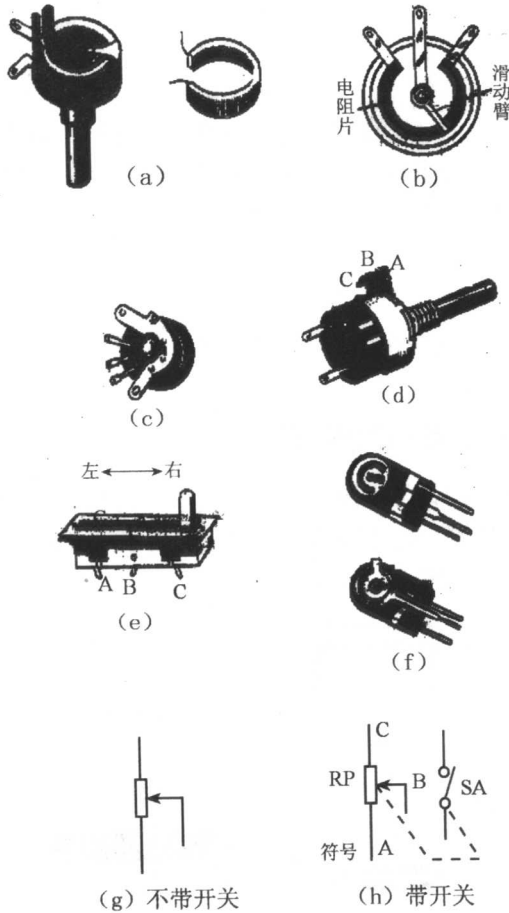

图 1-2 电位器的外形及电路符号
电位器在电路图中的符号如图 1-2 (g) 所示，仍用长方形表示电阻体，两边短线表示电阻体两端的引出焊片，带箭头的折线代表电阻体上的滑动触点。
带有开关的电位器符号如图 1-2 (h) 所示。其中，右面部分表示开关，中间虚线表示开关与电位器是受同一转轴控制的（通常音量控制采用带开关的电位器时，电路图中虚线往往不标出）。
电位器根据其使用的材料分类：有炭膜电位器（如图 1-2 (b) 所示）和线绕电位器（如
图 1-2 (a) 所示)。根据其外形的大小可分为：大、小和微型电位器（如图 1-2 (c) 所示），按阻值变化规律分类：有线性 (X)、指数 (Z) 和对数 (D) 电位器；按结构分类：有旋转（如图 1-2 (a)、(c) 和 (d) 所示）和直滑式电位器（如图 1-2 (e) 所示）；还有一种半可变电位器（即微调电位器）如图 1-2 (f) 所示。